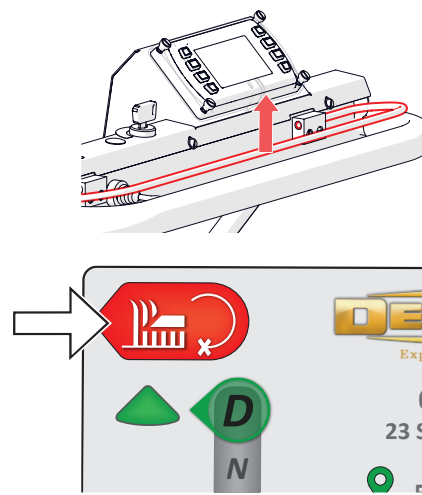

Fig. 15E - Arrestare il motore del cilindro
8. Per arrestare il motore del cilindro, rilasciare l'OPC o premere "Avvio/arresto del cilindro". Rilasciando l'OPC si arresta anche il motore di azionamento (Fig. 15E).